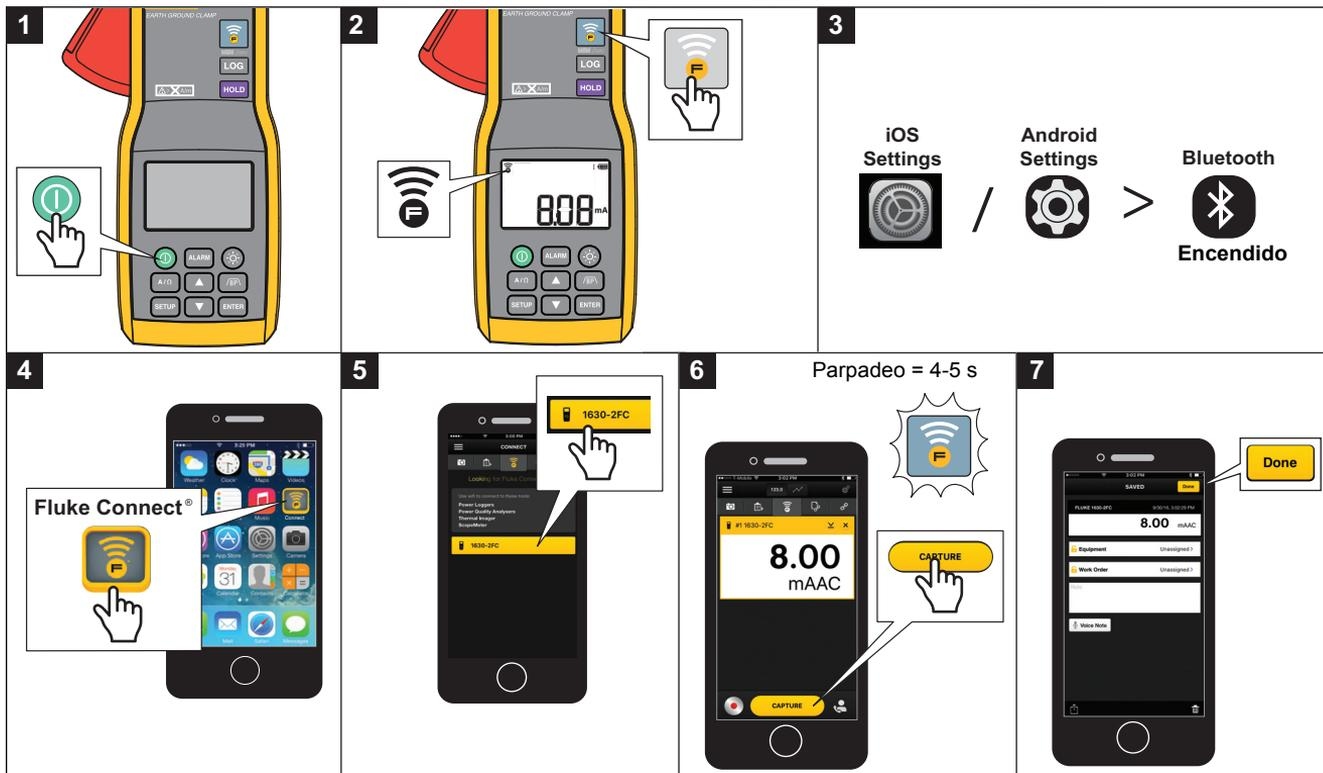

Figura 11. Fluke Connect®
1. Encienda la pinza. Consulte la Figura 11.